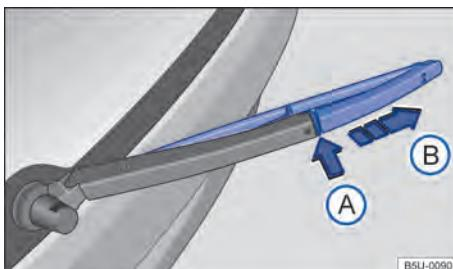

Fig. 164 Substituir a palheta do limpador do vidro traseiro.
- Manter o botão de destravamento → **Fig. 164** ① pressionado.
- Retirar a palheta do limpador do vidro traseiro no sentido da seta ②.